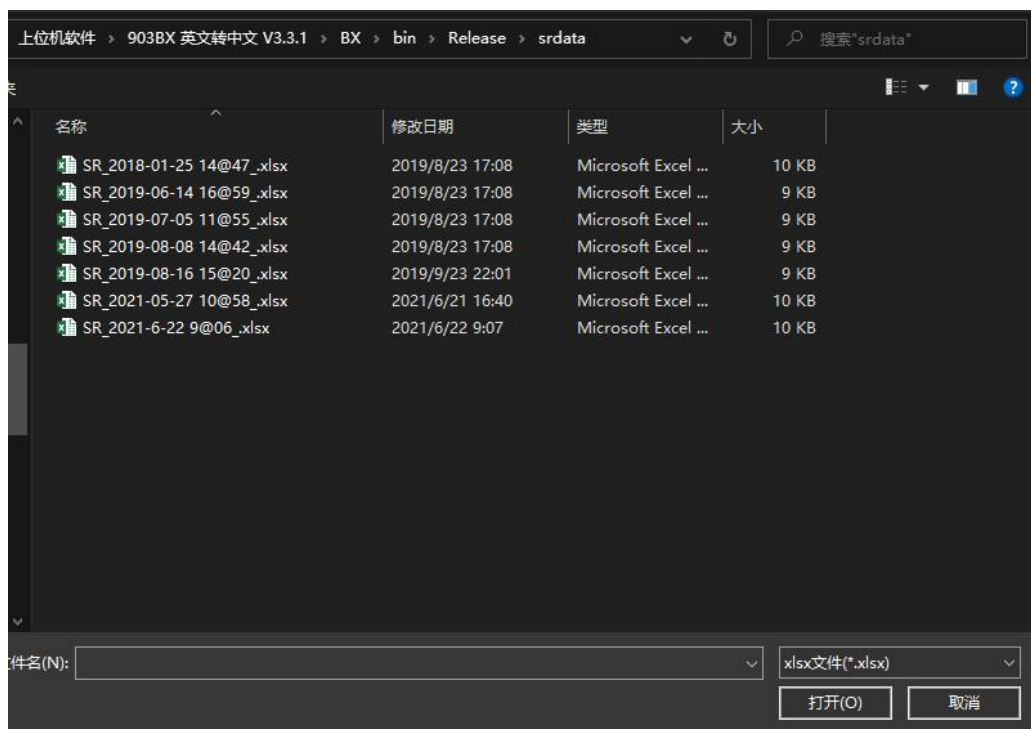

图 4.36 短路阻抗数据读取界面
(1) 图 4.29 所示界面, 点击“读取数据”, 软件自动跳转到 **srdata** 文件夹, 如图 4.36 所示, 选择所需要读取的文件, 然后点击打开, 可读取多个数据 (一次读取一个数据), 数据读取成功后如图 4.37 所示, 点击下拉菜单, 切换读取的数据和测试点。